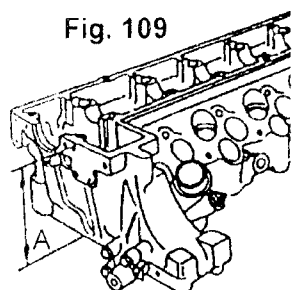

Fig. 109
**Nota:** En el caso de que sea menor al limite de uso, cambiar la culata de cilindro. (Fig. 109)